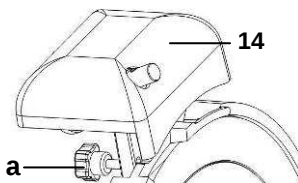

Рис.6
- Ослабить крепежный винт (а) заточного устройства (14) сзади устройства (рис. 6).
- Вытащить заточное устройство (14) и повернуть его на 180°.
- o Снять заточный блок с устройства. (Рис. 6).
- Целиком снять заточный блок с прибора (рис. 6).